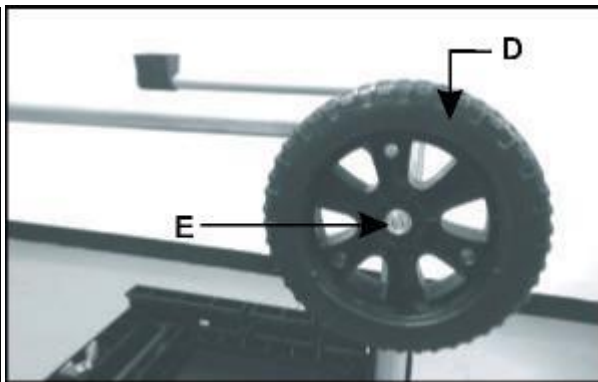

Fig. 1C
2. Plaats de wielen (D) en draai de moer (E) eerst handvast aan. (Fig. 1C)